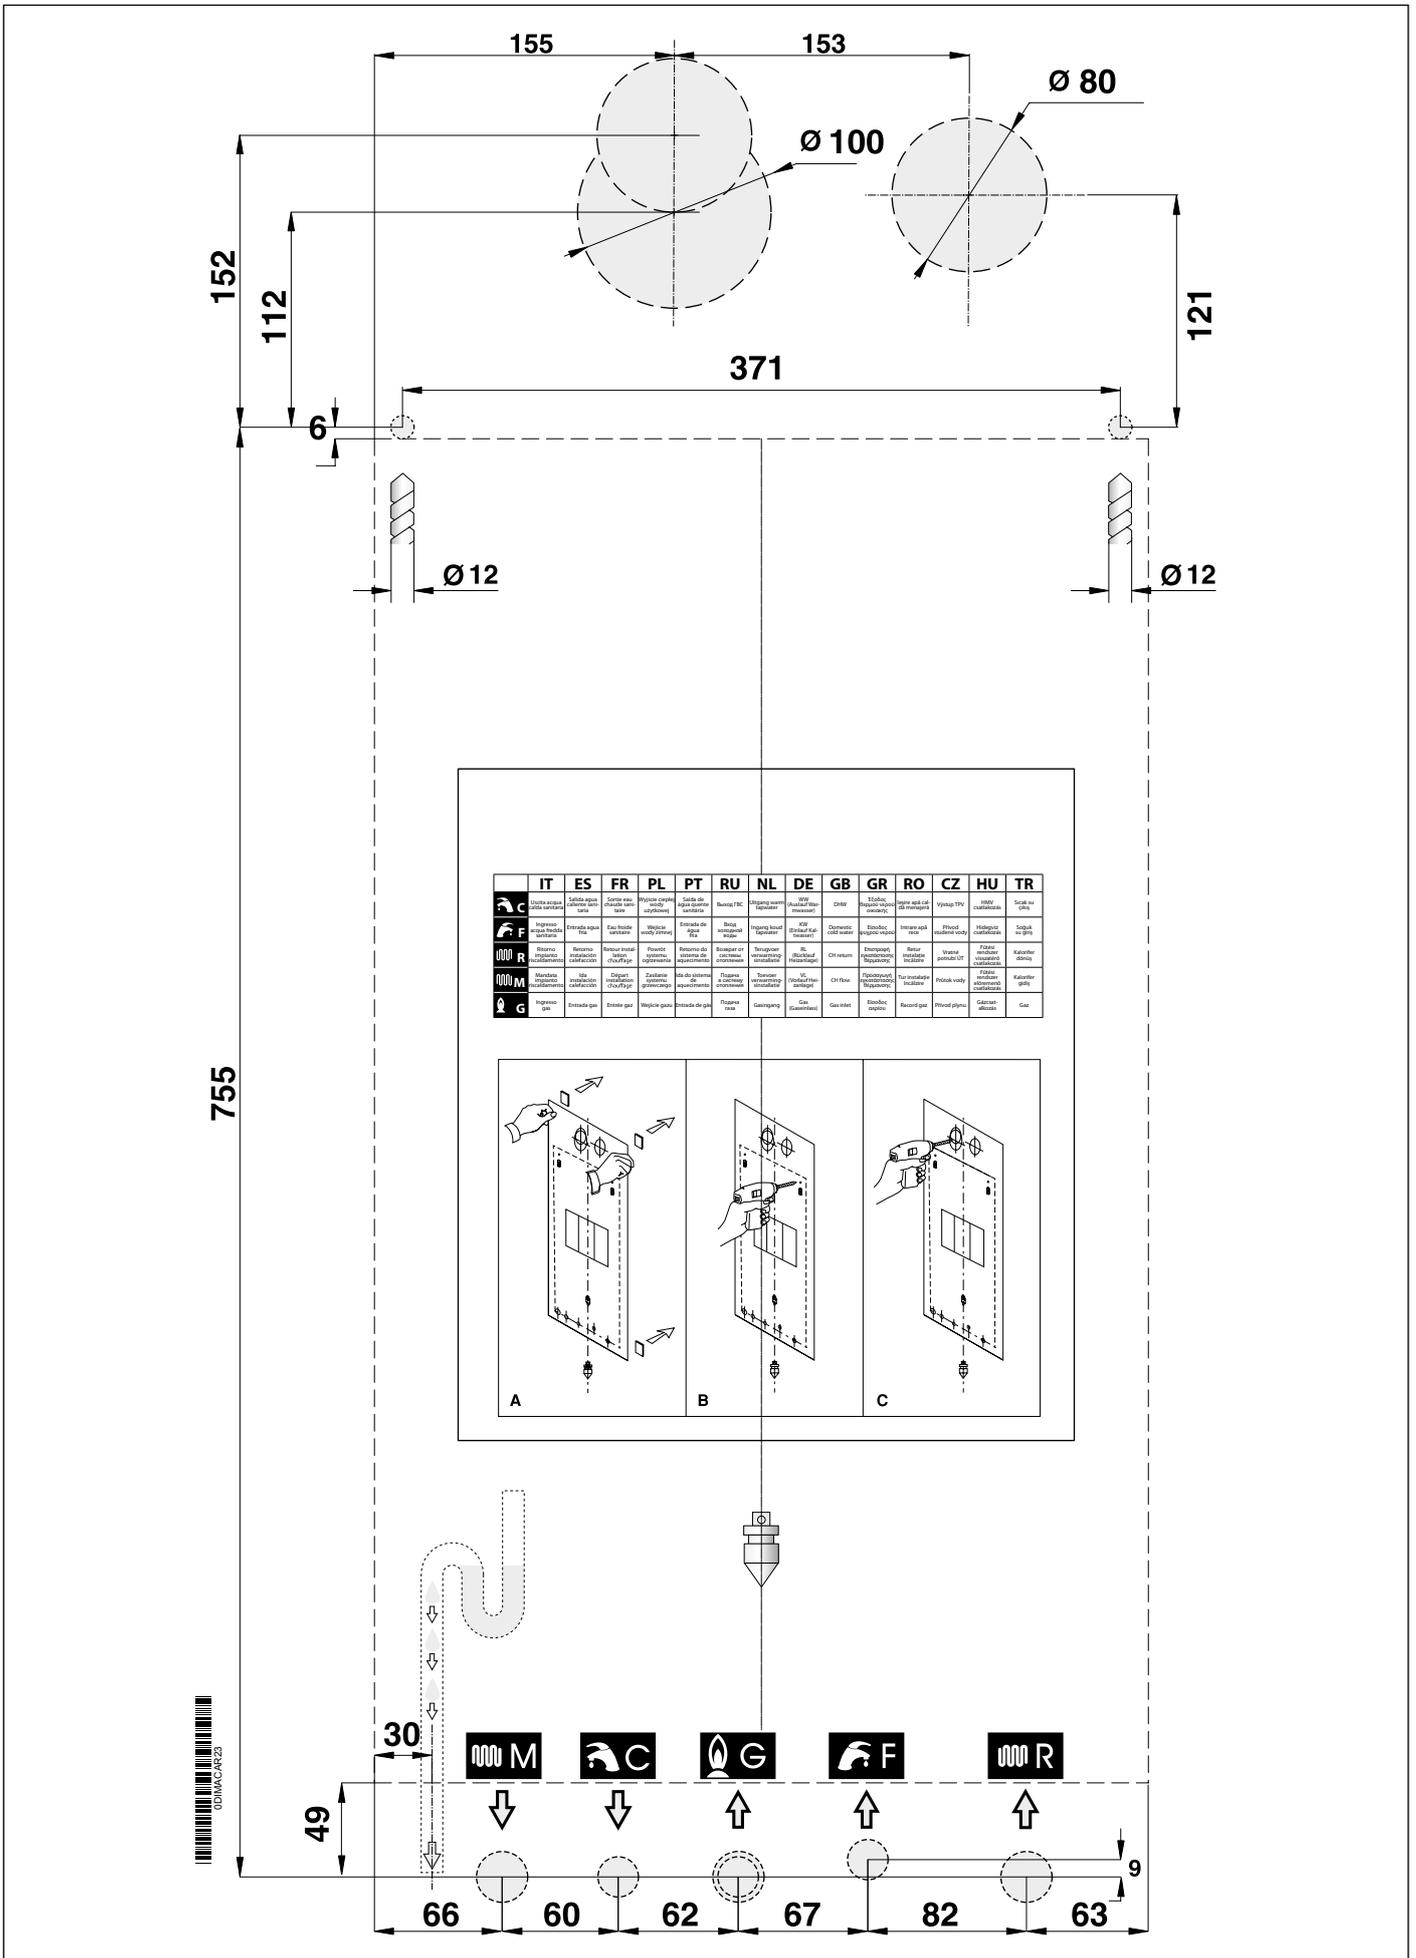

Abb. 7 Papierschlablone
- die Schablone für die Wandbefestigung des Kessels (siehe Abb. 7 Papierschablone).
Jedes Gerät ist mit einer entsprechenden Papierschablone ausgestattet, die in der Verpackung enthalten ist (siehe Abb. 7 Papierschablone).